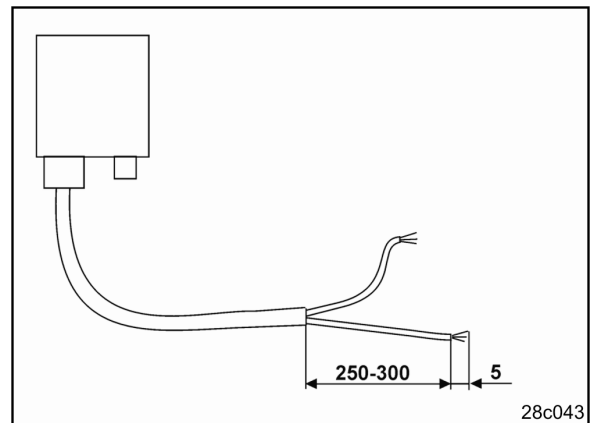

Fig. 5
3. Stripp ca. 250 til 300 mm av kabelenden (Fig. 5)
- Hver av kabelendene (Fig. 5) avisoleres ca. 5 mm.